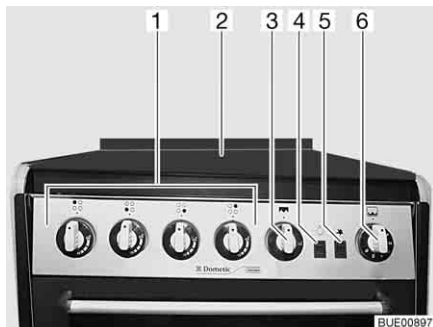

Bild 190 Gasspis med ugn och grill
- Öppna gasspisens lock (Bild 190,2).
- Vrid vridregulatorn (Bild 190,1) till önskad låga till tändningsläge (stor låga) och tryck ned den.
- Tryck på tändknappen (Bild 190,5) tills lågan tänds.
- ▷ Med reglaget (Bild 190,4) tänds och släcks belysningen i ugnen.
- Tryck lätt på vridregulatorn (Bild 190,3) och vrid till tändningsläge (stor låga).
- Tryck lätt på vridregulatorn (Bild 190,6) och vrid den till ett tändningsläge mellan 1 och 6.